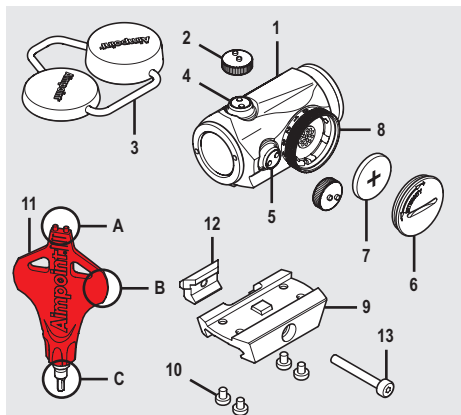

Fig. 1
- a Retire la tapa de la batería (6) utilizando la herramienta (11B).
- b Inserte la batería (7) con el polo positivo (+) en dirección a la tapa de la batería (6) como se observa en la Fig. 1.